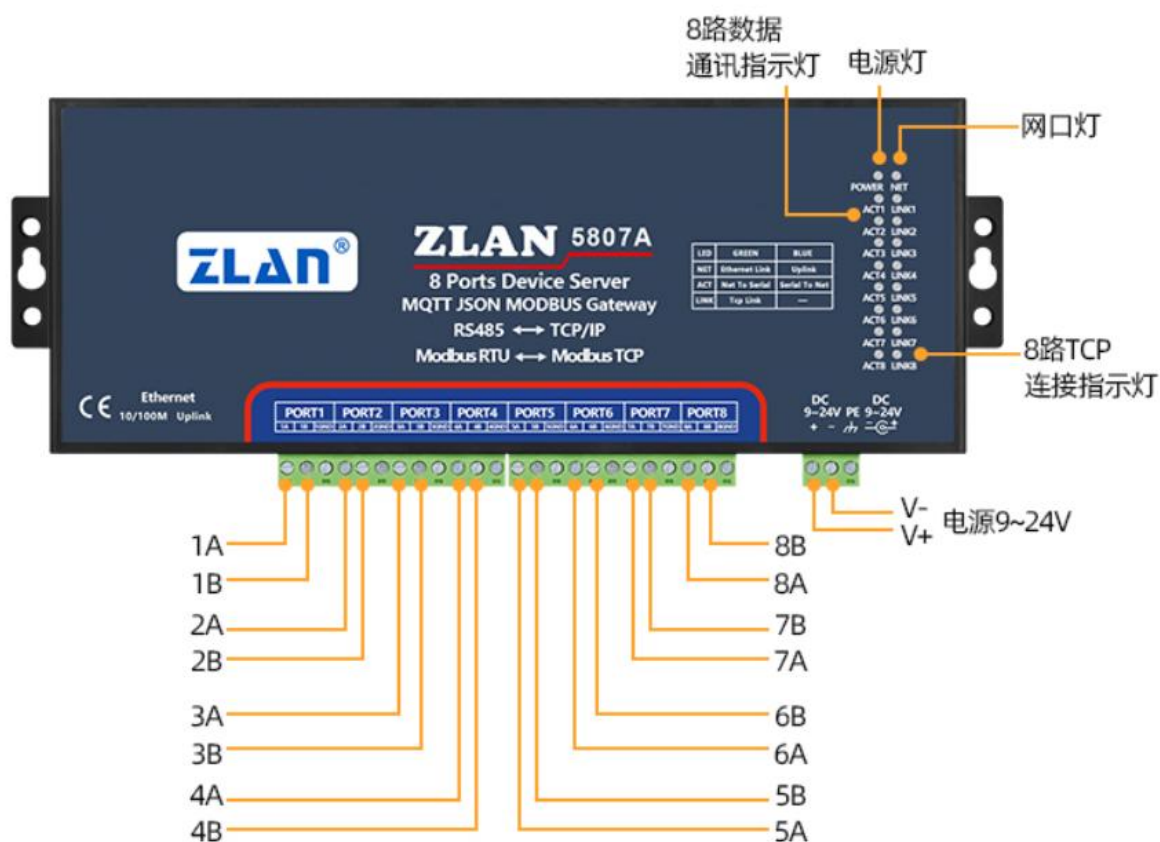

图 2 ZLAN5807A 正面图
ZLAN5807A 的正视图如图 2 所示。
3. 电源：可以采用标准的电源适配器（5.5mm 内芯为正极）或者电源接线柱，如图 2 所示。供电电压可以为 9~24V。供电电流要求大于 600mA。PE 为外壳接地，可以根据需要连接。